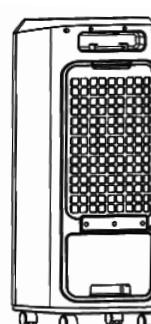

Abb. 3
- e) Schieben Sie den Wassertank wieder zu einem Viertel in die Geräterückseite zurück, dann fixieren Sie die Wasserpumpenhalterung. Nun können Sie den Wassertank bis zu Anschlag in das Gerät zurückschieben. (Abb. 3).